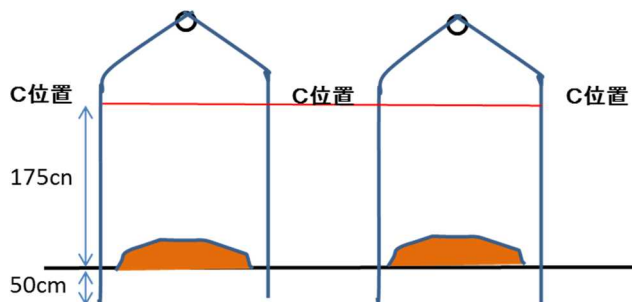

図10 アーチ支柱の妻面の調整
- 妻面のそれぞれのアーチの高さが揃うように、両端のアーチパイプの C 位置に水糸を張り、埋め込み深さを微調整する。（図10）